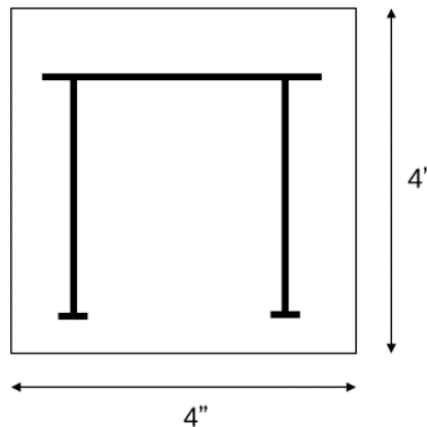

図5 開断面の正方形ビームの断面。断面の最大寸法は4inch×4inchとする。
4) または開断面（図5）とし、全長に沿ったどの位置においても中実断面を設けてはならない。断面には2つまたは3つの独立したウェブを設けるが、ウェブはキャップに対して垂直である必要はない。ウェブの独立を維持するため、ブリッジの全長にわたりウェブ間の距離は0.75inch以上、キャップ間の距離は0.5inch以上とする。